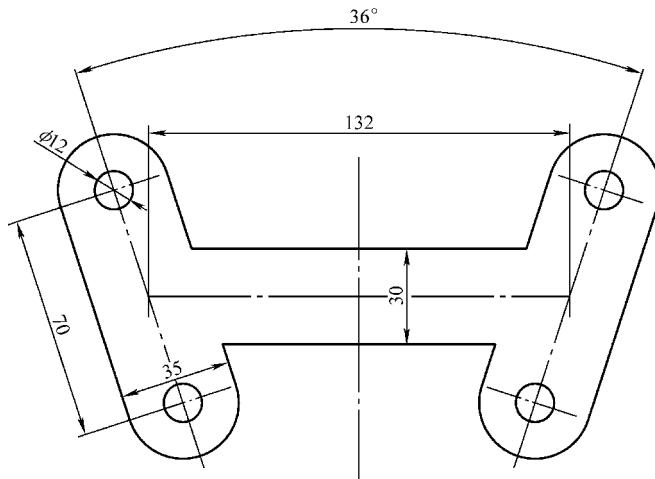

图 10-8 习题 1 图
1. 请参照图 10-8 绘制图形，注意其中的对称、同心几何关系并计算其面积（提示：测量区域面积方法有两种：第一种是将区域制作成面域，然后选择【工具】→【查询】→【面域/质量特性】命令。第二种是将区域填充剖面线，然后选择【工具】→【查询】→【面积】命令）。